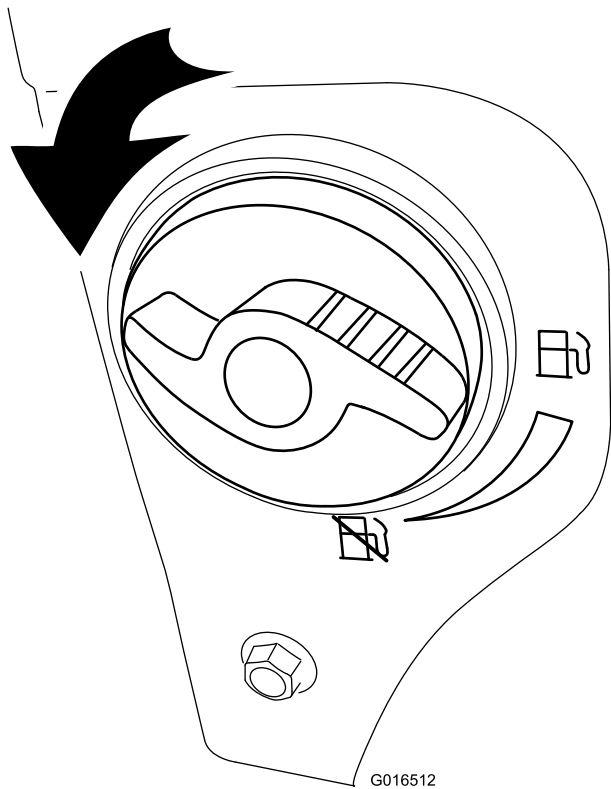

Figura 26
2. Girate la valvola d'intercettazione del carburante di 1/4 di giro in senso antiorario per aprirla (Figura 26).